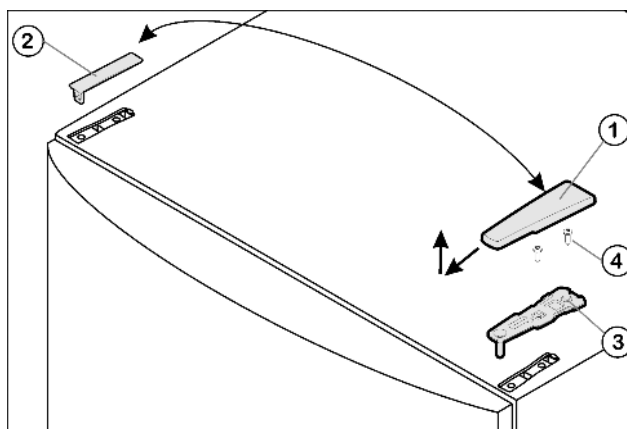

Fig. 4
- ▶ Потяните крышку Fig. 4 (1) вперед и вверх.
- ▶ Снимите крышку Fig. 4 (2).
- ▶ Открутите верхний опорный кронштейн *Fig. 4 (3)*(2 шт. Torx® 25) *Fig. 4 (4)* и вытяните вверх.
- ▶ Установите верхний опорный кронштейн Fig. 4 (3) на новой стороне шарнира и защелкните в дверце.
- ▶ Привинтите верхний опорный кронштейн (**с моментом 4 Нм**)(2 шт. Tox® 25) Fig. 4 (4). При необходимости проделайте отверстия или используйте аккумуляторную отвертку.
- ▶ Наденьте и защелкните крышку Fig. 4 (1) и крышку Fig. 4 (2) на противоположной стороне снаружи.